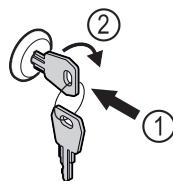

Fig. 172 Näitlik kujutis
- Vajutage võti sisse Fig. 172 (1).
- Keerake võtit 90° päripäeva Fig. 172 (2).